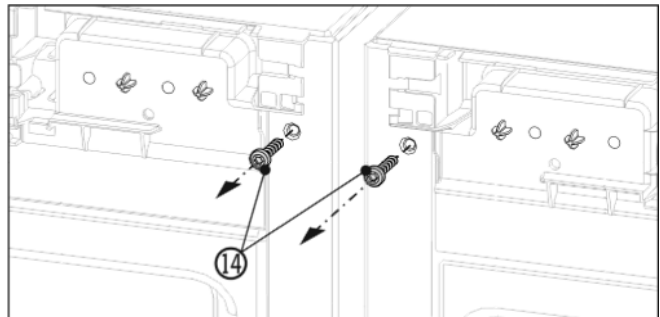

Fig. 6
- ▶ Перед монтажом верхнего угла выкрутить оба винта заземления Fig. 6 (14).